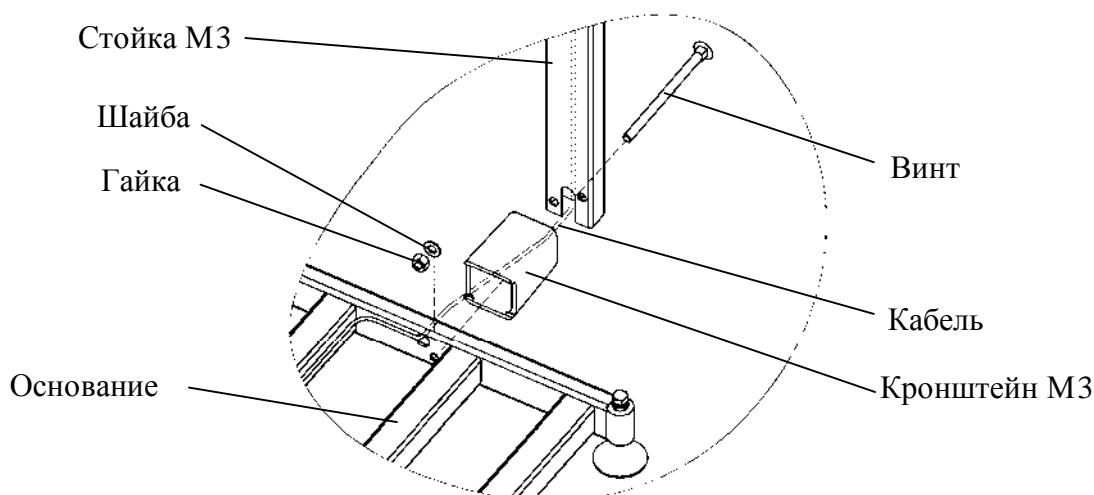

Рисунок 6.4 - Крепление прямоугольной стойки к основанию весовой платформы ТВ-М_P3
- протянуть кабель весовой платформы через кронштейн и стойку (см. рис.6.4);